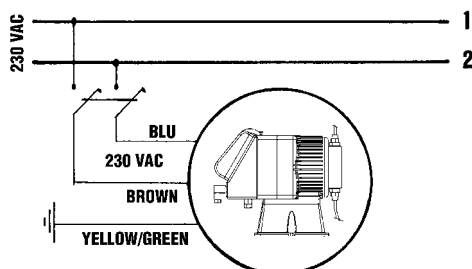

Fig. 4
1. Asegurarse que la misma esté desactivada eléctricamente (por ambas polaridades), desconectando los conductores de los puntos de contacto de la red a través de la apertura del interruptor omnipolar con una distancia mínima entre los contactos de 3 mm (Fig. 4).
- b. - Respetar las normas en vigor en los diferentes países por lo que se refiere a la instalación eléctrica (Fig. 4). Si el cable de alimentación no está dotado de enchufe eléctrico, el equipo debe quedar conectado con la red de alimentación utilizando un interruptor onnipolar seccionador que tenga una distancia mínima entre los contactos de 3 mm. antes de tener acceso a los dispositivos de conexión todos los circuitos deben estar interrumpidos.